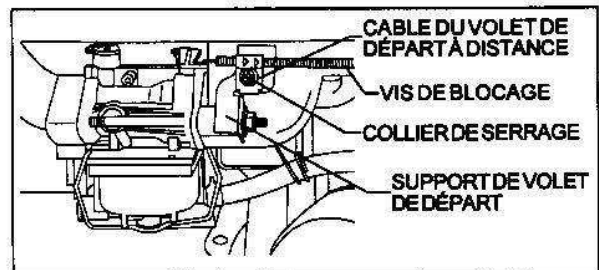

FIGURE 2A
- Mettre la commande de la machine ou le levier de commande du moteur (Figure 2A) sur « VOLET DE DÉPART » (CHOKE) ou « DÉMARRAGE » (START).